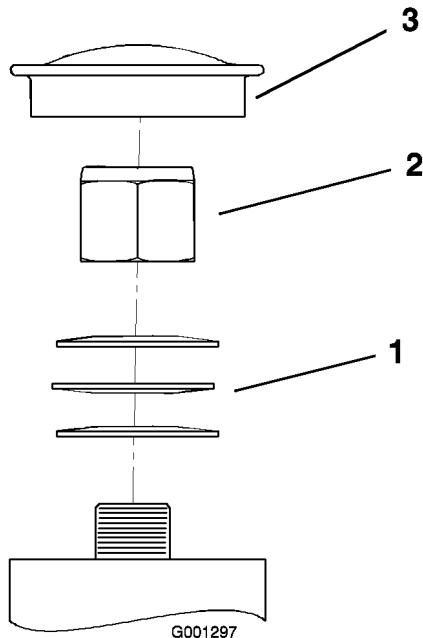

Figure 50
- Retirez le capuchon anti-poussière de la roue pivotante et serrez le contre-écrou (Figure 50).
- Continuez de le serrer jusqu'à ce que les rondelles élastiques soient aplatis, puis desserrez-le de 1/4 de tour pour obtenir la précharge correcte des roulements (Figure 50).
- Important:** Veillez à placer les rondelles comme illustré (Figure 50).
- Remettez le capuchon anti-poussière en place (Figure 50).